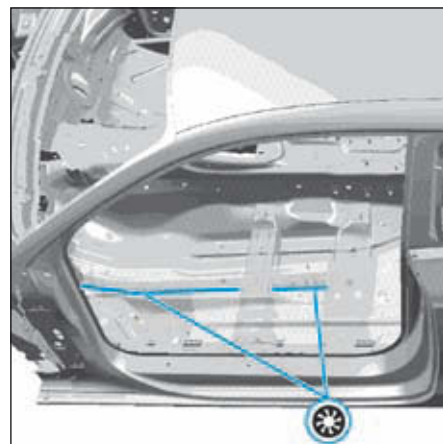

FIG.15
• Ajuster et souder l'élément neuf comme illustré (Fig.15).